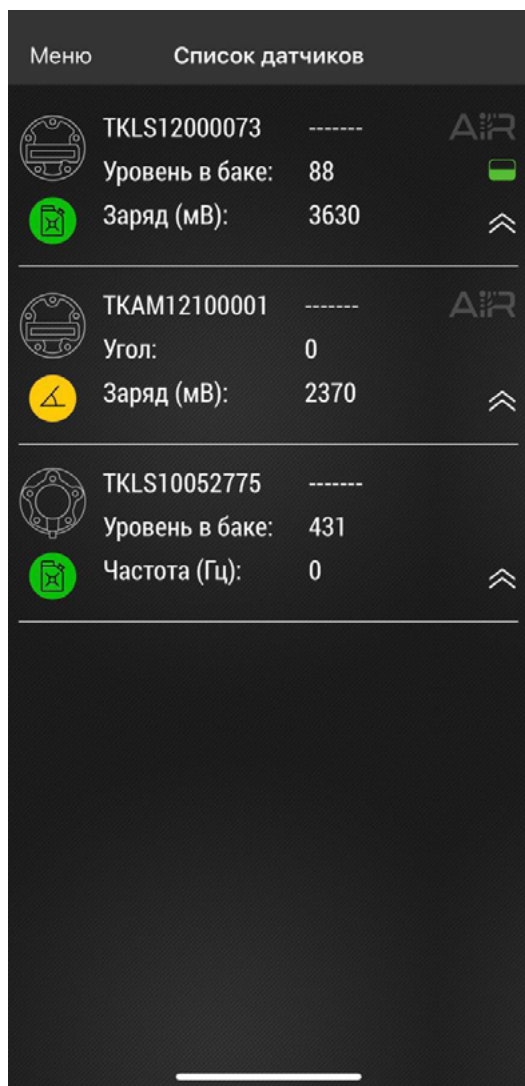

Рис.5. Найденные датчики.
- Запустите приложение USP Tool. Откроется окно поиска датчиков. Если в радиусе действия Bluetooth есть ранее активированные датчики, находящиеся в режиме «Работа» или «Конфигурация», они появятся на экране устройства (**Рис.5**).